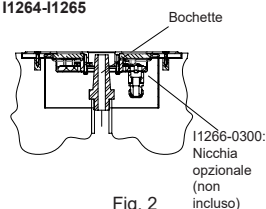

Fig. 2
3.2 - Lampada da incasso (Fig.2):